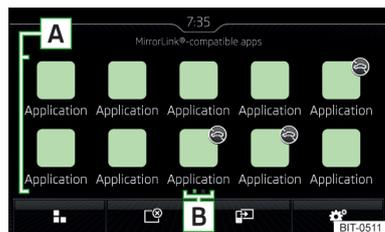

Abb. 200
► Im Hauptmenü der MirrorLink®-Verbindung die gewünschte Anwendung im Bereich **A** » **Abb. 200** auf Seite 173 auswählen.
► Im Hauptmenü der MirrorLink®-Verbindung die Funktionsfläche ☰ » **Abb. 200** auf Seite 173 antippen, die zuletzt angezeigte Anwendung wird angezeigt.
Möchte man eine andere Anwendung anzeigen, dann ist im Hauptmenü der MirrorLink®-Verbindung die Funktionsfläche der gewünschten Anwendung **A** » **Abb. 200** auf Seite 173 anzutippen.